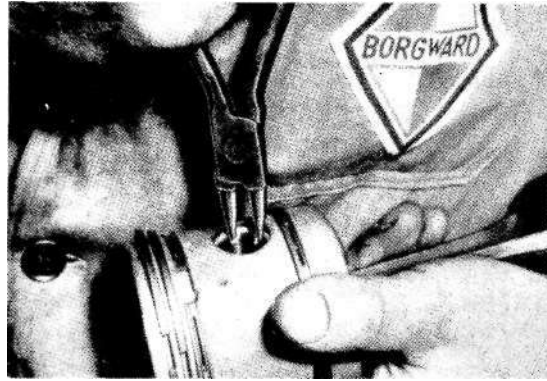

Bild 4-79
1. Kolbenbolzensicherung an beiden Seiten herausnehmen. (Bild 4-79) (Seegeringzange)